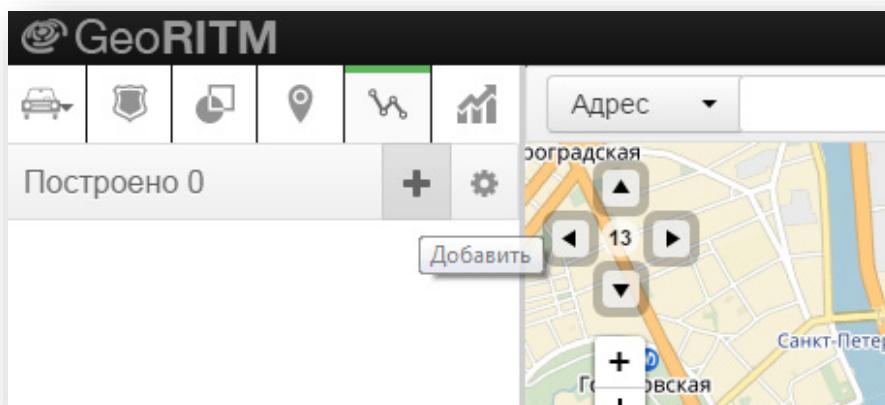

Рисунок 93. Построение треков по всем выбранным объектам
- Выбрав раздел «Треки» в главном меню (рис. 93). Будут построены треки по всем выбранным объектам во вкладке «Объекты»;